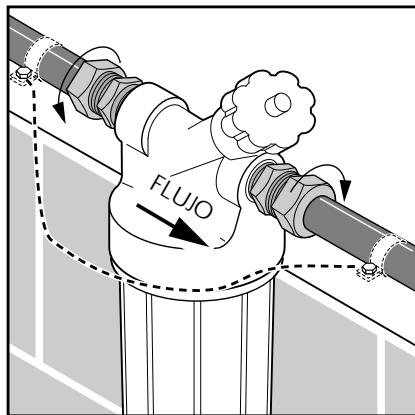

Figura 3
- Paso 4. Coloque el filtro entre la línea de agua cuidando que quede en posición correcta en relación al flujo del agua (Figura 3). Use una llave para sujetar la conexión que instaló en la cubierta del filtro y use otra llave para apretar la tuerca. Abra el suministro de agua y revise que no haya fugas. Baldee bien el filtro haciendo correr el agua durante 30 minutos.